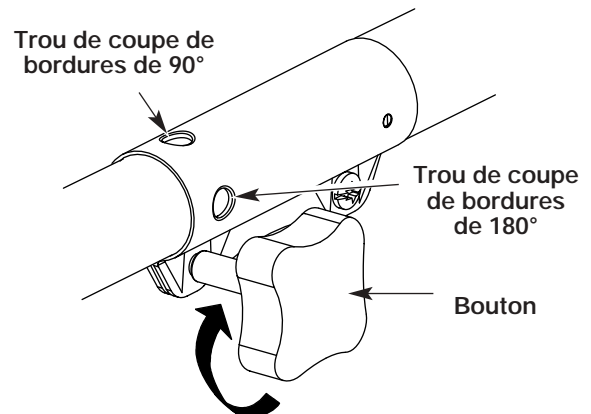

Figure 11
3. Serrez le bouton en le tournant à droite (Fig. 11).
Pour couper les bordures à l'aide de la tête d'accessoire de coupe sur les modèle EZ-Link^{MC}, verrouillez le bouton de déclenchement de l'accessoire de coupe dans le trou de 90° ou de 180° (Fig. 11).